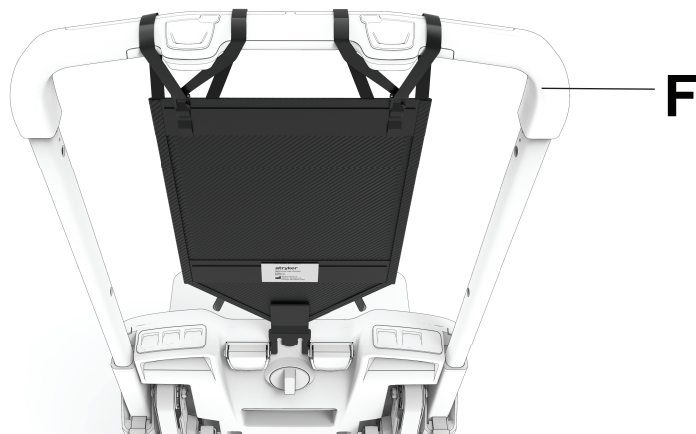

Figure 33 – Support de tête installé en option
5. Régler la hauteur de la barre d'appui (F) de sorte que la tête du patient puisse reposer sur le support de tête (Figure 33).